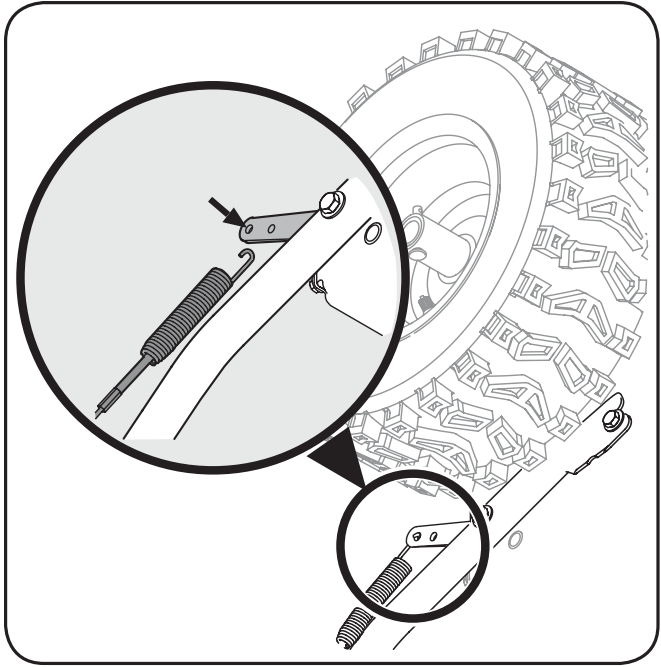

Fig. 3-12
- Pour ajuster à nouveau le câble de commande, décrochez le ressort (sur l'extrémité du câble de la tarière) du support de l'actionneur. Voir la Figure 3-12.